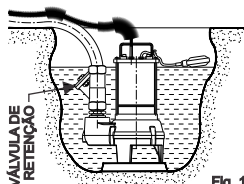

Fig. 1
- Se o fundo do poço ou da superfície de apoio da bomba for irregular e houver a possibilidade de acumulação de seixos, detritos, lama, etc., crie uma base de apoio regular e elevada (Fig. 1).
- A fim de evitar o refluxo do líquido proveniente do colector de descarga, instale uma válvula de retenção depois da remessa da bomba (Fig. 1).
- If the bottom of the well or the surface on which the pump rests is uneven and there is the possibility of stones, debris, mud, etc., accumulating there, lay a level raised supporting base (Fig. 1).
- To avoid the backflow of liquid from the discharge manifold, install a check valve after the pump delivery outlet (Fig. 1).